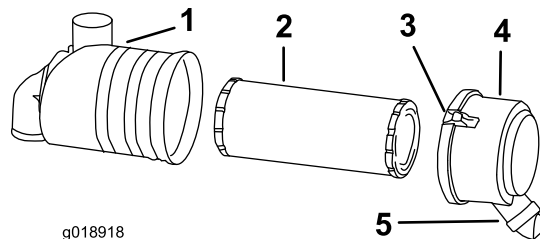

Figure 20
3. Ouvrez les dispositifs de verrouillage du filtre à air et détachez le boîtier du corps du filtre (Figure 20).
1. Sortez le préfiltre du corps du filtre avec précaution (Figure 20). Évitez de cogner l'élément à l'intérieur du corps.